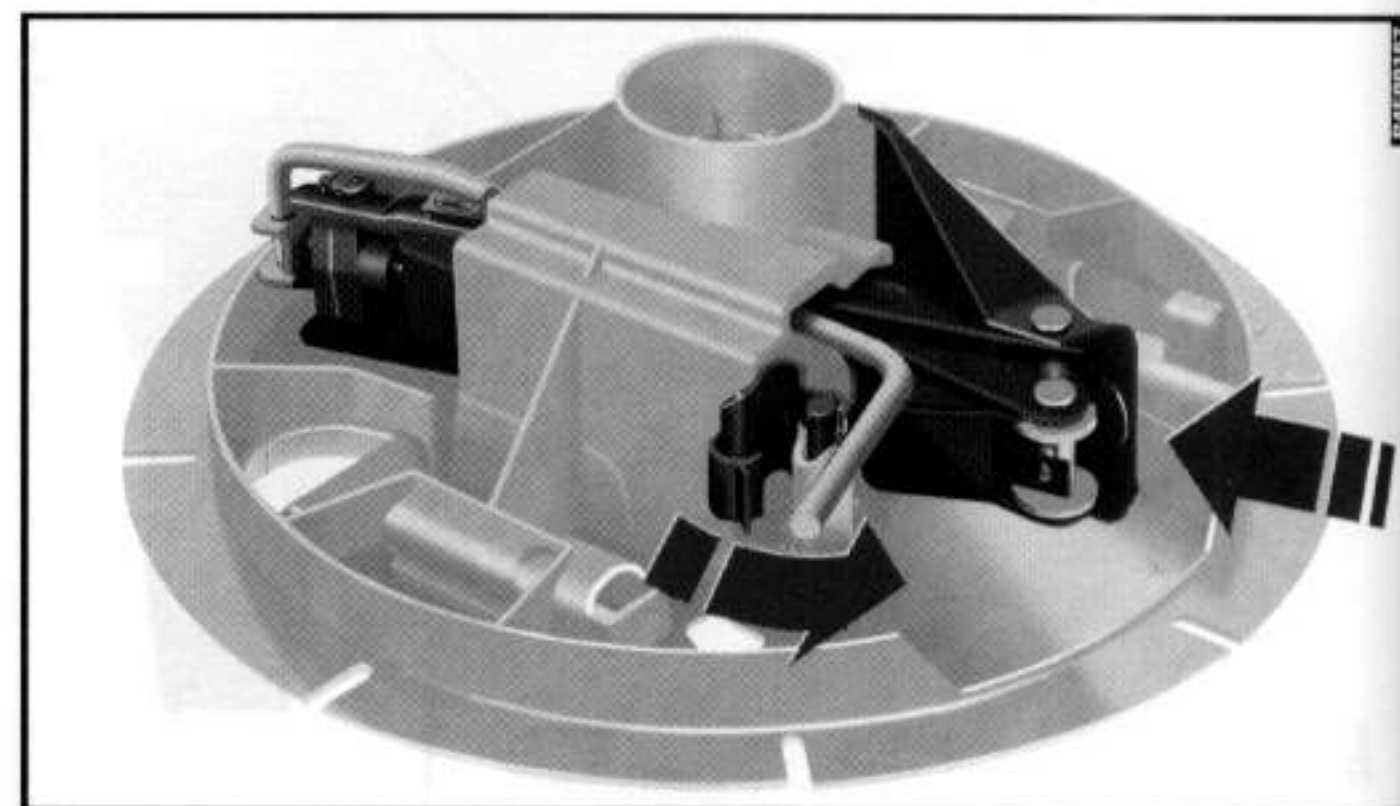

fig. 10
**15)** Colocar o macaco no suporte das ferramentas **fig. 10**, travando-o de modo a evitar vibrações ou que se solte durante a marcha.